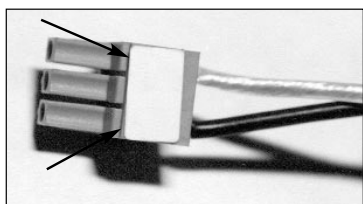

Abbildung 2 Spannungsstecker
1. Ziehen Sie den Stecker (Abbildung 2) aus dem AutoTracker-Modul.